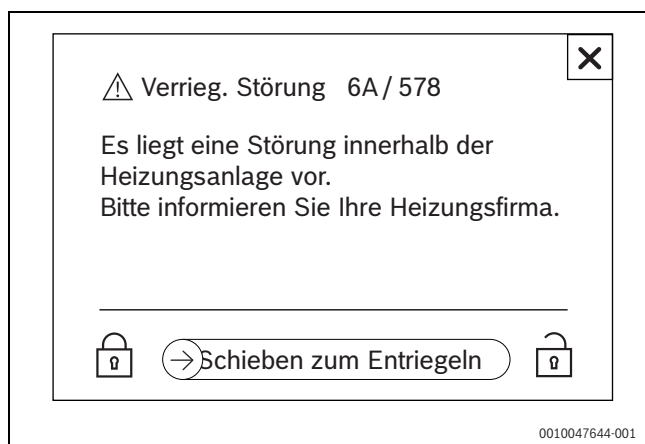

Bild 66 Verriegelnde Störung (Beispiel)
- Entriegelung erfolgt über → (→ Bild 66).